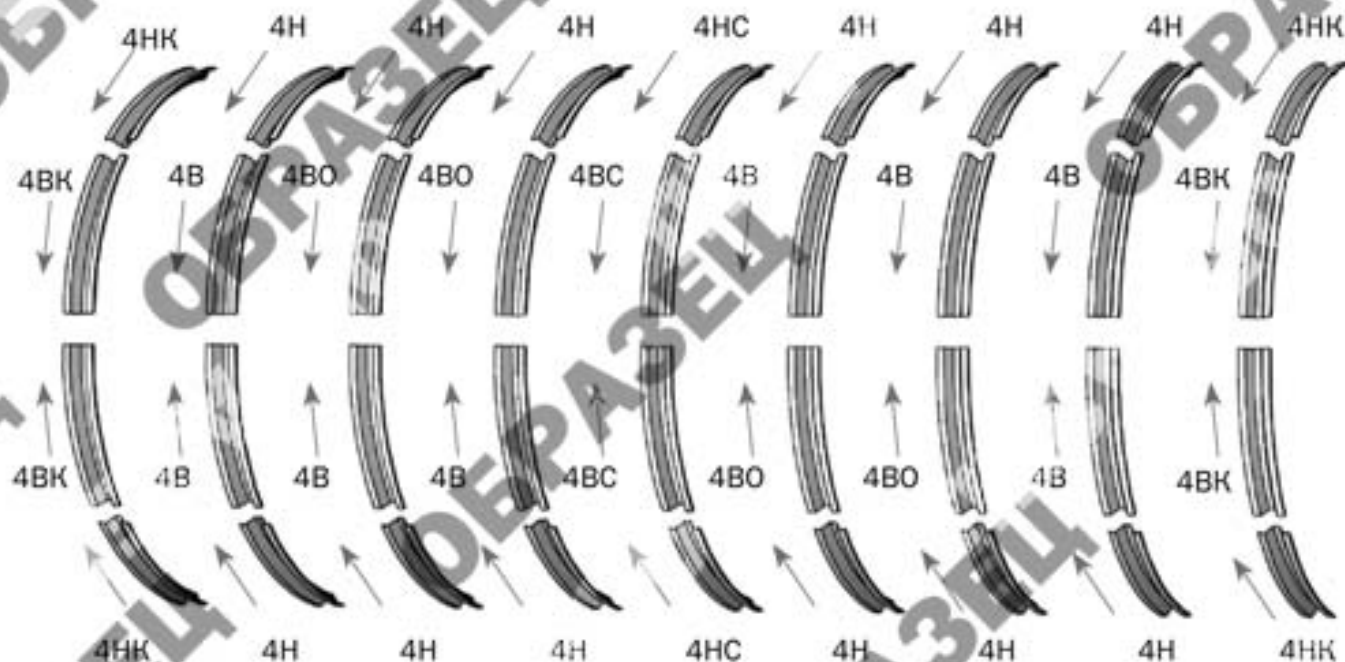

Рис. 5
3. Выполняйте сборку в соответствии с фотографиями этапов сборки и узлов, представленными на **рис. 5...14**.